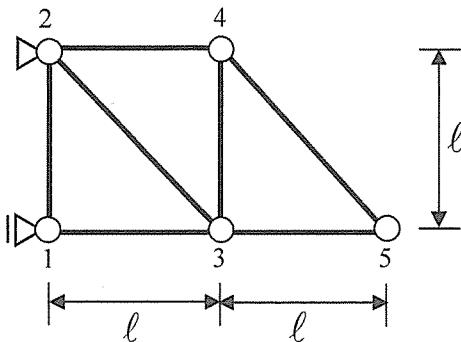

図 1
I 図 1 に示すトラスに関する次の (1) ~ (5) の問い合わせについて答えよ。ただし、荷重は間接載荷によりトラス格点に作用するものとし、格点 1 は可動ヒンジ支承で格点 2 は不動ヒンジ支承（固定ヒンジ支承）で支持されている。また、すべての部材の軸方向の伸び剛性は  $EA$ 、曲げ剛性は  $EI$  とし、(4) を除いて座屈は生じないものとする。
- (2) 図 1 のトラスの格点 1 から格点 5 に一様に単位長さあたり  $q$  の分布荷重が鉛直下向きに作用したときの部材 1-3 に作用する軸力を (1) で求めた影響線を用いて求めよ。